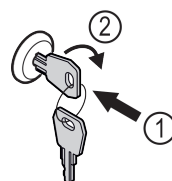

Fig. 160
- ▶ Sleutel erin duwen Fig. 160 (1).
- ▶ Sleutel 90° rechtsom draaien Fig. 160 (2).